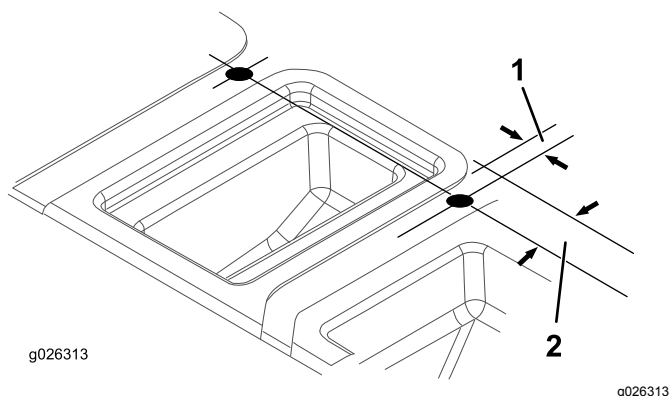

Figure 9
7. En vous aidant des dimensions indiquées à la Figure 9, localisez, repérez et percez 2 trous au sommet du carénage de siège.